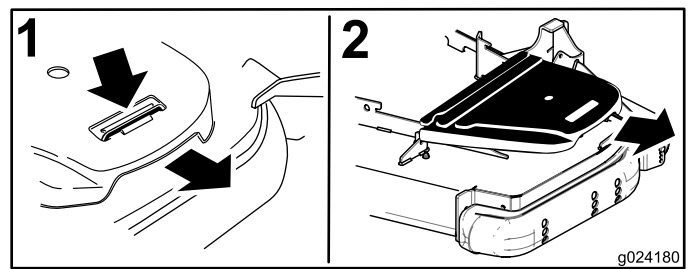

Figure 77
- Retirez le couvercle de courroie en plastique (Figure 77).
4. Retirez les couvercles de courroie (Figure 77).